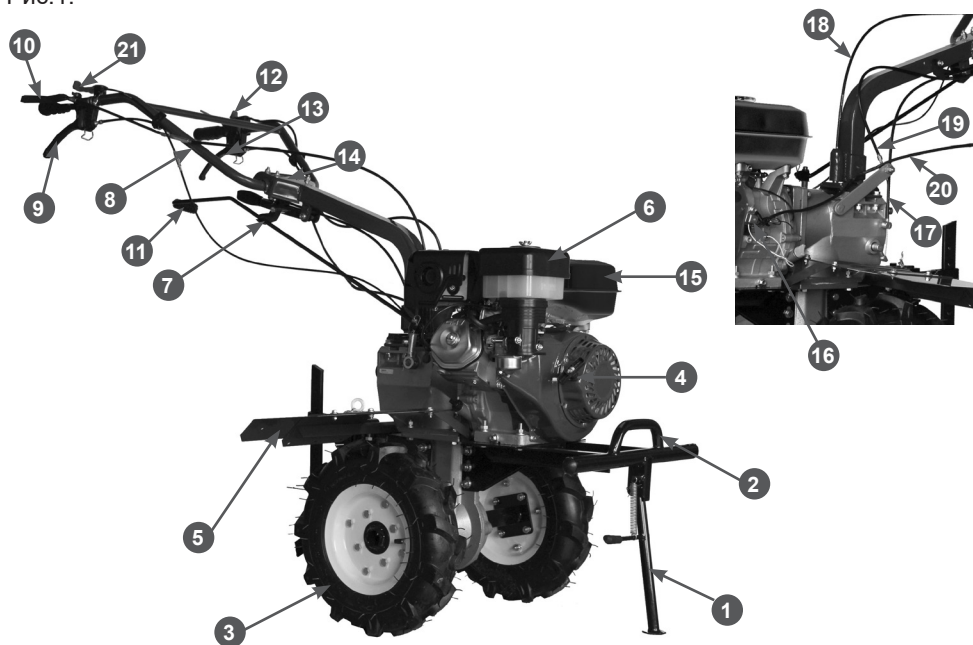

Рис.1 Расположение основных узлов и органов управления
Расположение основных узлов и органов управления мотоблока представлено на Рис.1.
- Установите стояночную опору мотоблока (1) Рис.1.
- Возьмитесь за рычаг сцепления 13 (Рис.1) нажмите и отпустите его 2-3 раза, чтобы включить сцепление. Если включить сцепление не получается, проверьте регулировку свободного хода рычага.
- Нажмите на рычаг реверса 9 (Рис.1) и отпустите его 2-3 раза, чтобы включить передачу. Если включить передачу не получается, изменяйте положение рычага, пока передача не включится,